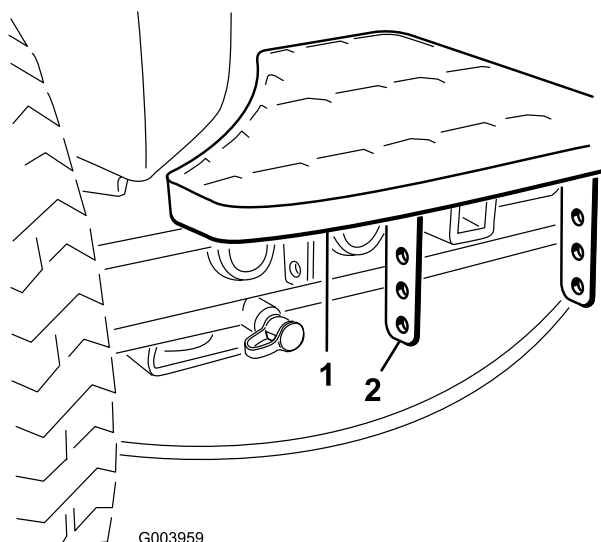

Figure 2
1. Retirez les 2 boulons et écrous qui fixent les supports du marchepied au cadre du groupe de déplacement (Figure 2)